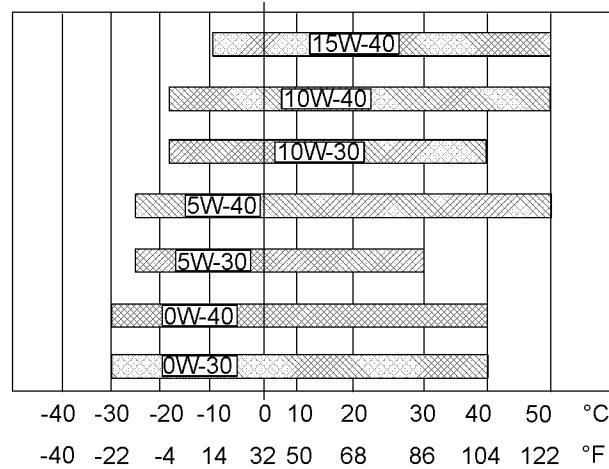

図 61
冷めたエンジンを始動するのに必要なオイルの粘度を判断するには、図61(最低温度)を参照してください。
想定される最高外気温度でエンジンを運転する際のオイル粘度を選定するには、図61(最高温度)を参照してください。
- 適切な推奨油粘度を参照してください。図61を参照して、各エンジンに適した粘度等級を確認してください。